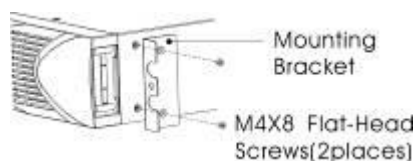

Figura 3 Installazione delle staffe di montaggio
- i) Allineare le staffe di montaggio con i fori delle viti su ognuno dei lati dell'UPS e fissare usando le viti a testa piatta M4x8 in dotazione (si veda Figura 3).